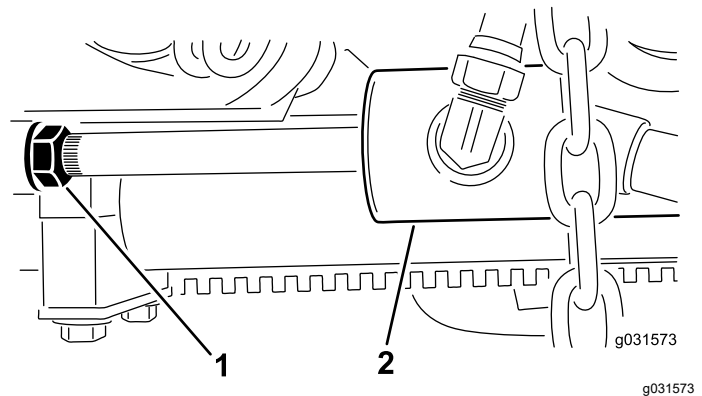

Bild 13
- B. Drehen Sie die die Klemmmutter am Zylinder heraus (Bild 13).